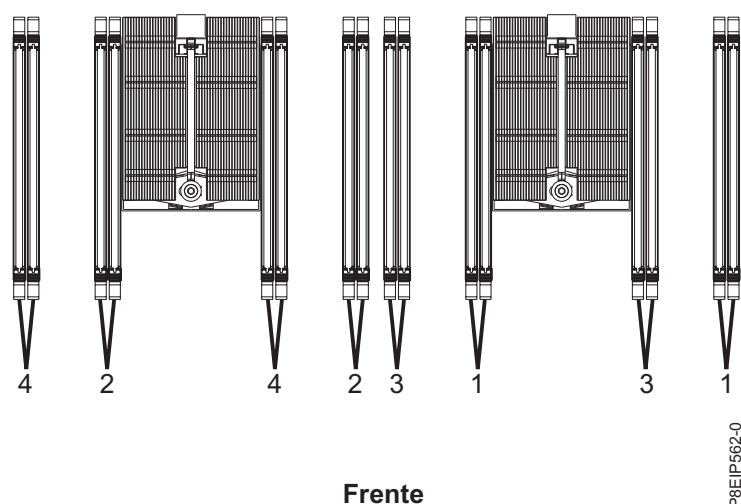

Figura 19. Locais de slot de memória e sequência de conexão
- Os DIMMs de memória precisam ser incluídos em uma sequência. Use a Tabela 4 na página 21 e Figura 19 na página 21 para determinar o posicionamento de memória.